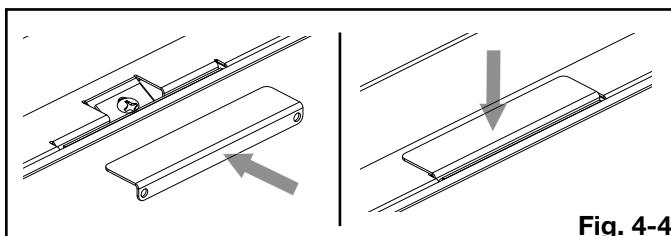

Fig. 4-4
- Couvrez la vis avec la plaque de recouvrement de vis centrale (fournie) (**Fig. 4-4**).